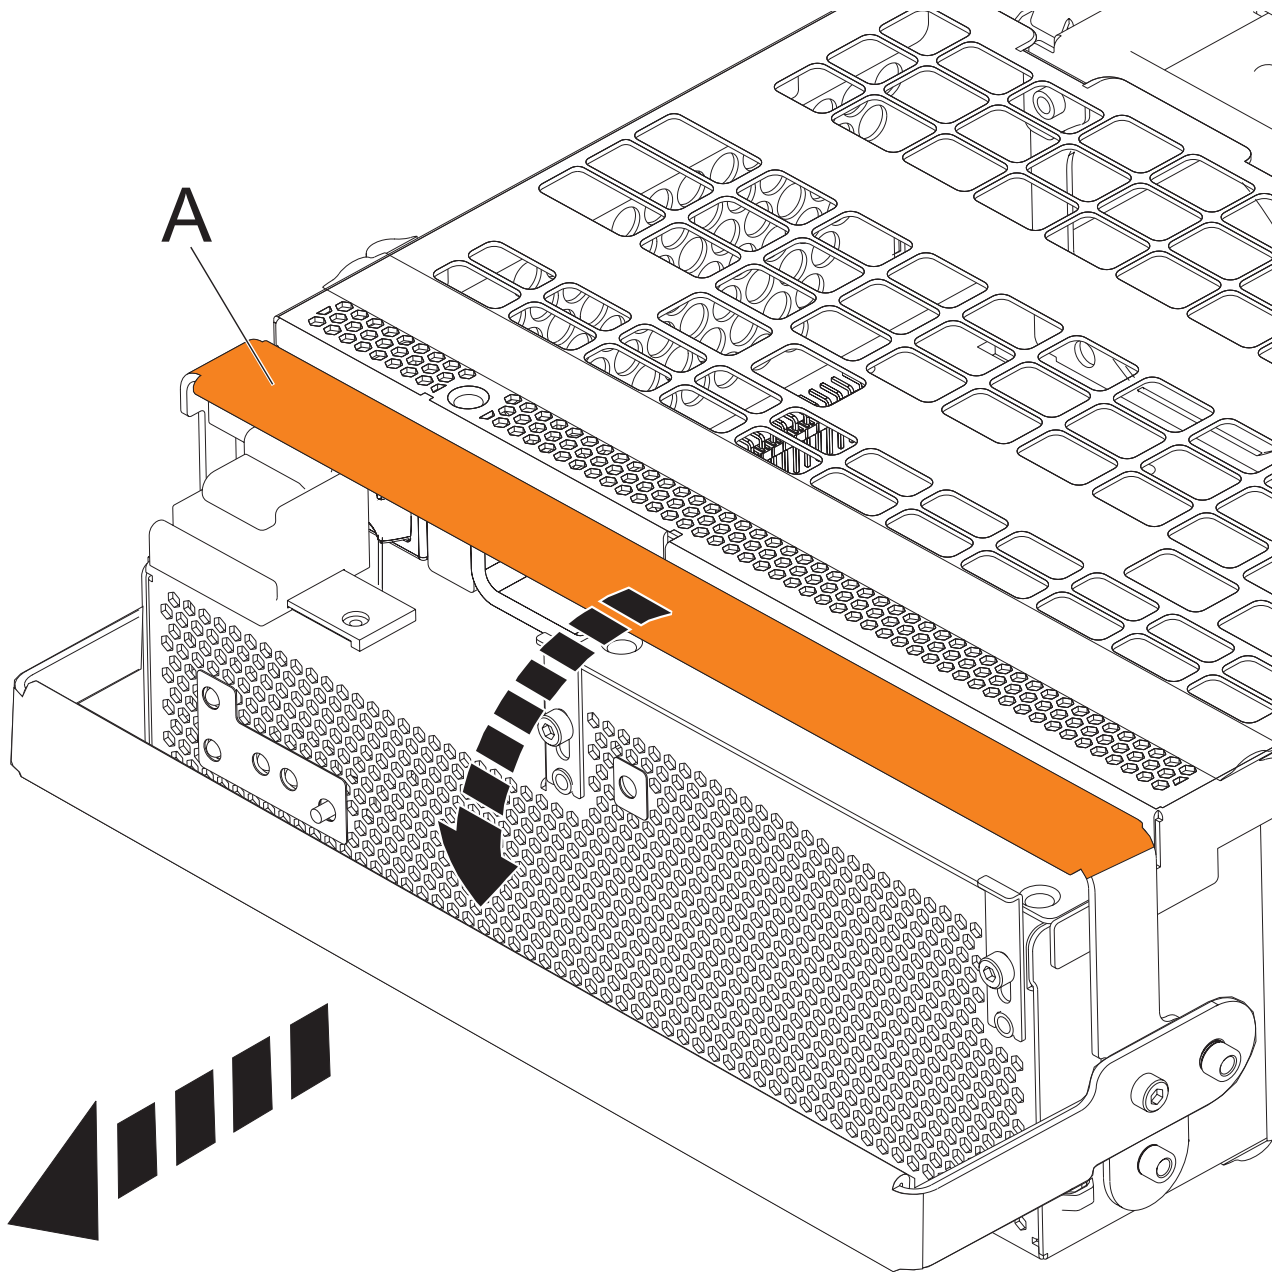

Figure 77. Retirer les ensembles de conversion hors ligne
- a. Tirez le levier (A) à fond vers le bas dans le sens indiqué pour dégager l'ensemble de conversion hors ligne. Pour plus d'informations, voir figure 77, à la page 96.